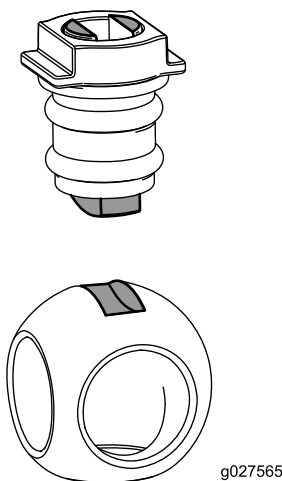

Figura 122
6. Inserite la sfera sul corpo della valvola (Figura 122).
**Nota:** Lo stelo della valvola deve inserirsi nella scanalatura di trasmissione della sfera. Se lo stelo della valvola non si inserisce, regolate la posizione della sfera (Figura 122).